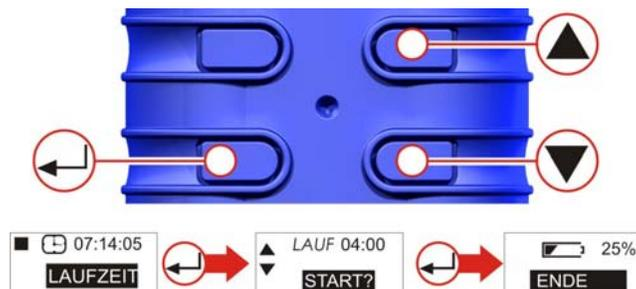

Abbildung 9 Laufzeit
F. LAUFZEIT (NUR FÜR PRO und PLUS) (Abb. 9)